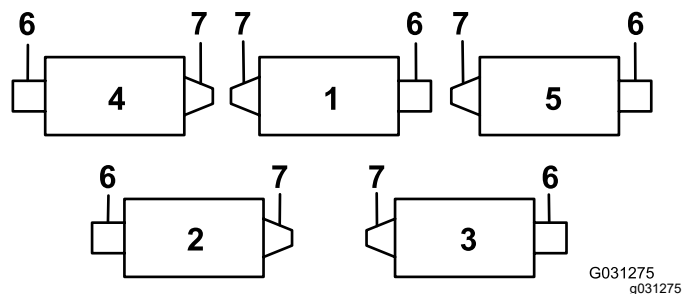

**Figure 11**
**Remarque:** Placez la tête du boulon sur le côté extérieur de la patte, comme montré à la Figure 11.
E. Montez le support de tige sur les pattes de l'unité de coupe à l'aide des boulons de carrosserie et des écrous (Figure 11). Sur l'unité de coupe, montez le guide-flexible gauche devant les pattes de l'unité quand vous reposez le support de tige (Figure 13).